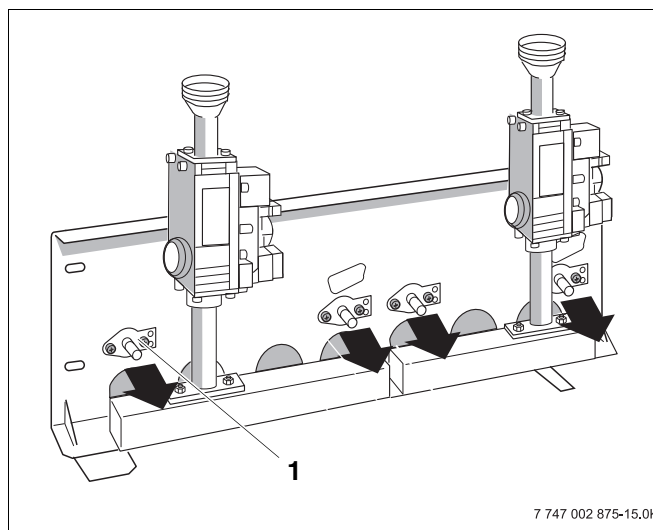

Рис. 43 Чистка горелки
- Отверните оба винта крепления запальной горелки (Рис. 43, поз. 1) и осторожно выньте ее.